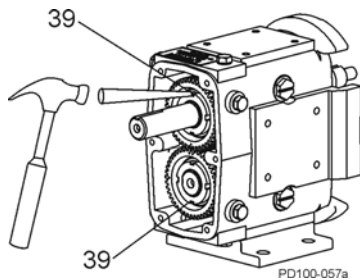

Figura 93 - Empene a guia de trava nas arruelas de pressão
7. Empene (DOBRE) a guia de trava nas arruelas de pressão nas ranhuras de contraporca, prendendo a contraporca da engrenagem no lugar (Figura 93).